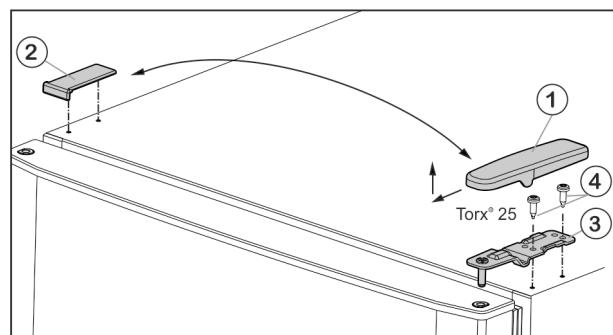

Fig. 6
- Зніміть кришку Fig. 6 (1) вперед і вгору.
- Зніміть кришку Fig. 6 (2).
- Викрутіть верхній опорний кронштейн Fig. 6 (3) (2 шт. Torx® 25) Fig. 6 (4) і відведіть вгору.
- Встановіть верхній опорний кронштейн Fig. 6 (3) в дверцята на новий бік шарніра.
- Прикрутіть верхній опорний кронштейн (з моментом 4 Нм) гвинтами (2 шт. Torx® 25) Fig. 6 (4). У разі необхідності скористайтеся акумуляторним гвинтокрутом.
- Встановіть і зафіксуйте кришку Fig. 6 (1) з протилежного боку ззовні.
- Також встановіть зверху і зафіксуйте кришку Fig. 6 (2) з протилежного боку.